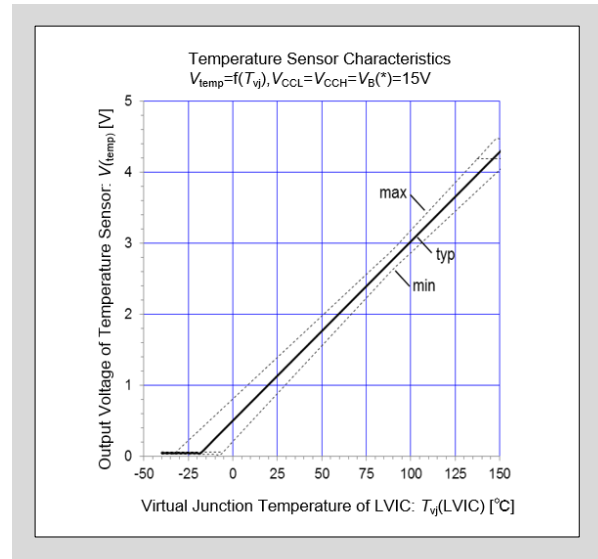

图3-25 LVIC 温度和 TEMP 输出电压特性
- 图3-25 显示了连接 5k Ω 电阻时 TEMP 引脚的输出电压特性。